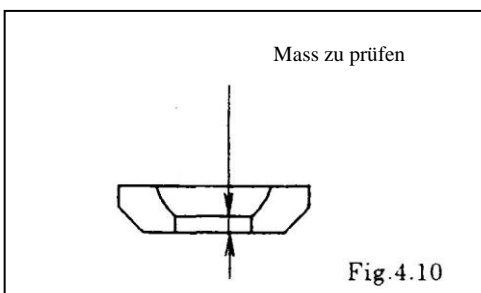

Fig.4.10
- Sitz [Fig. 4.10]
Mass, wie in Fig. 4.10 prüfen.